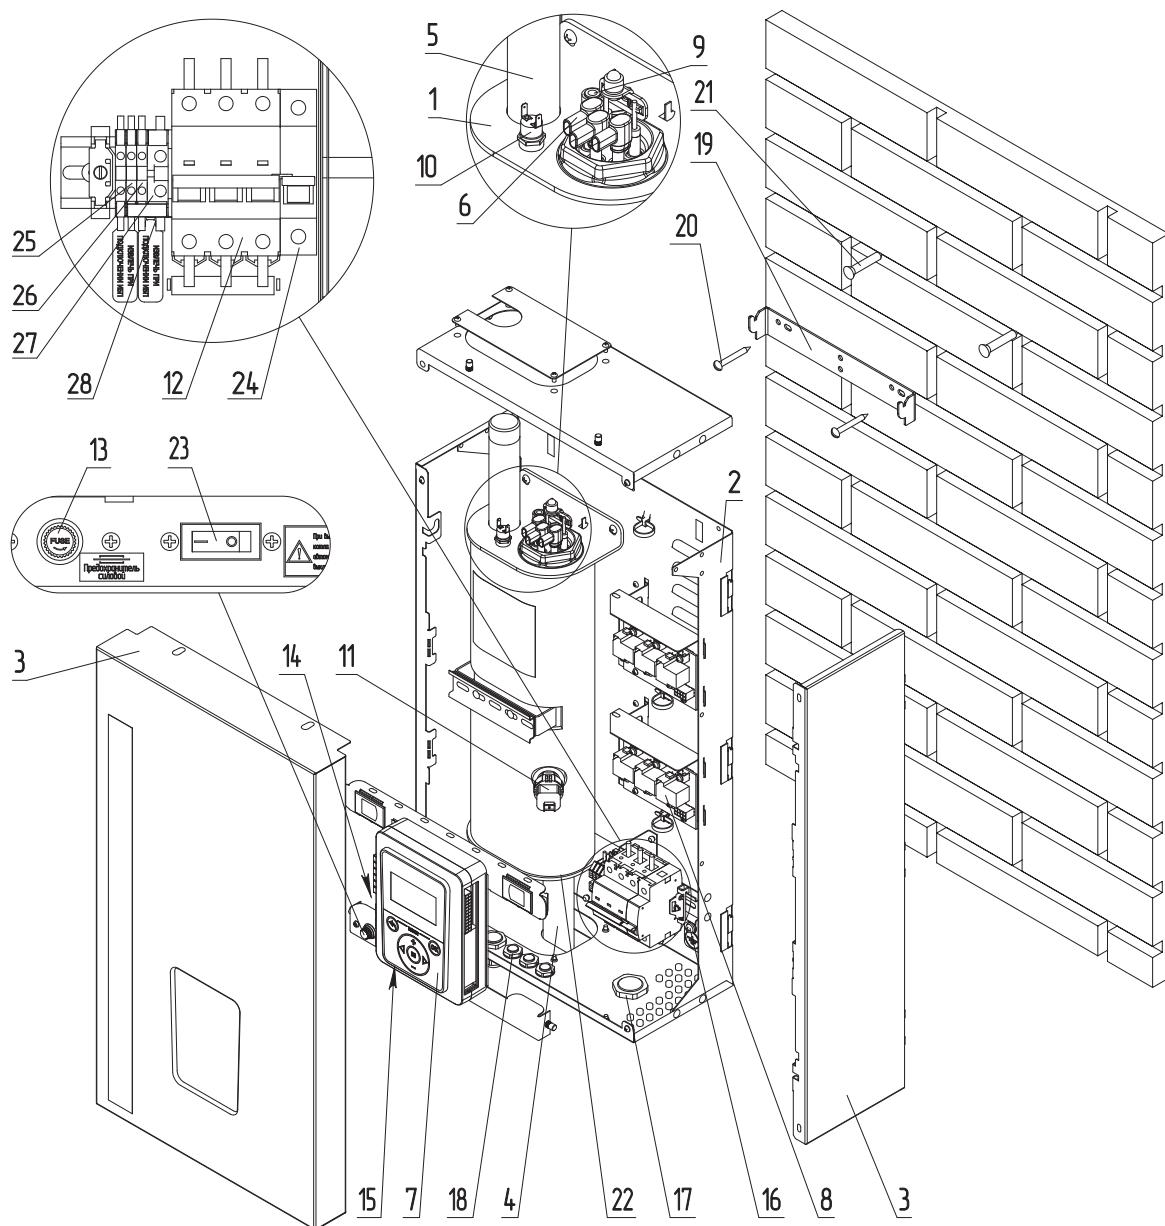
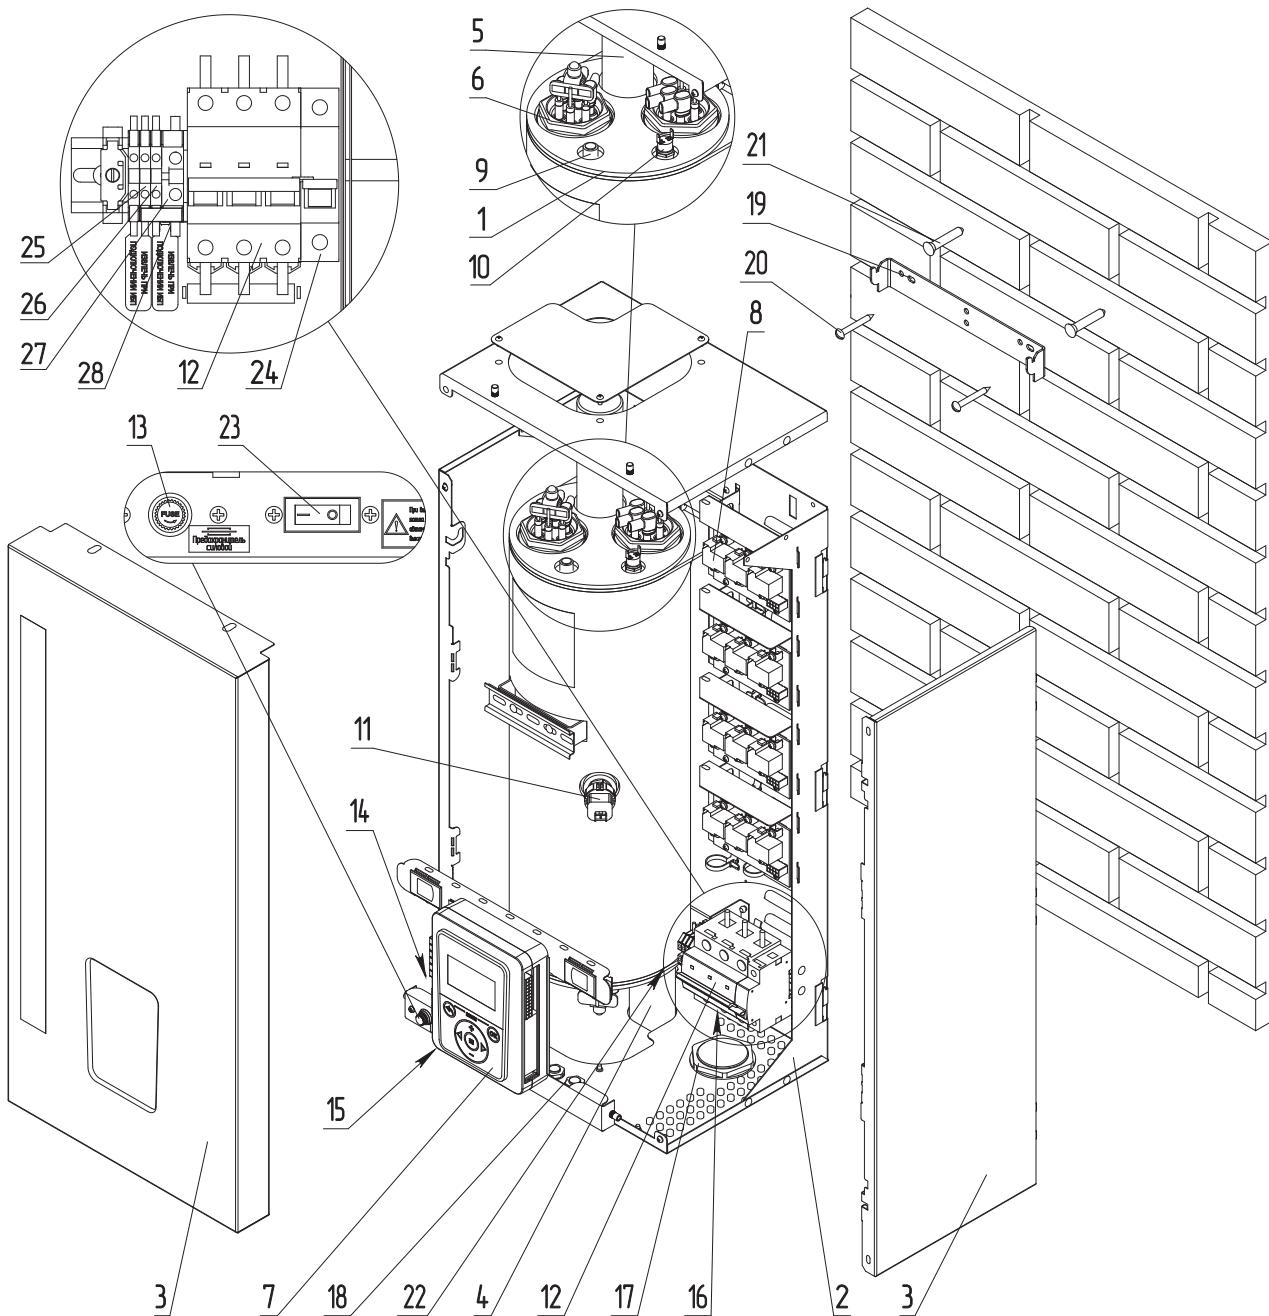
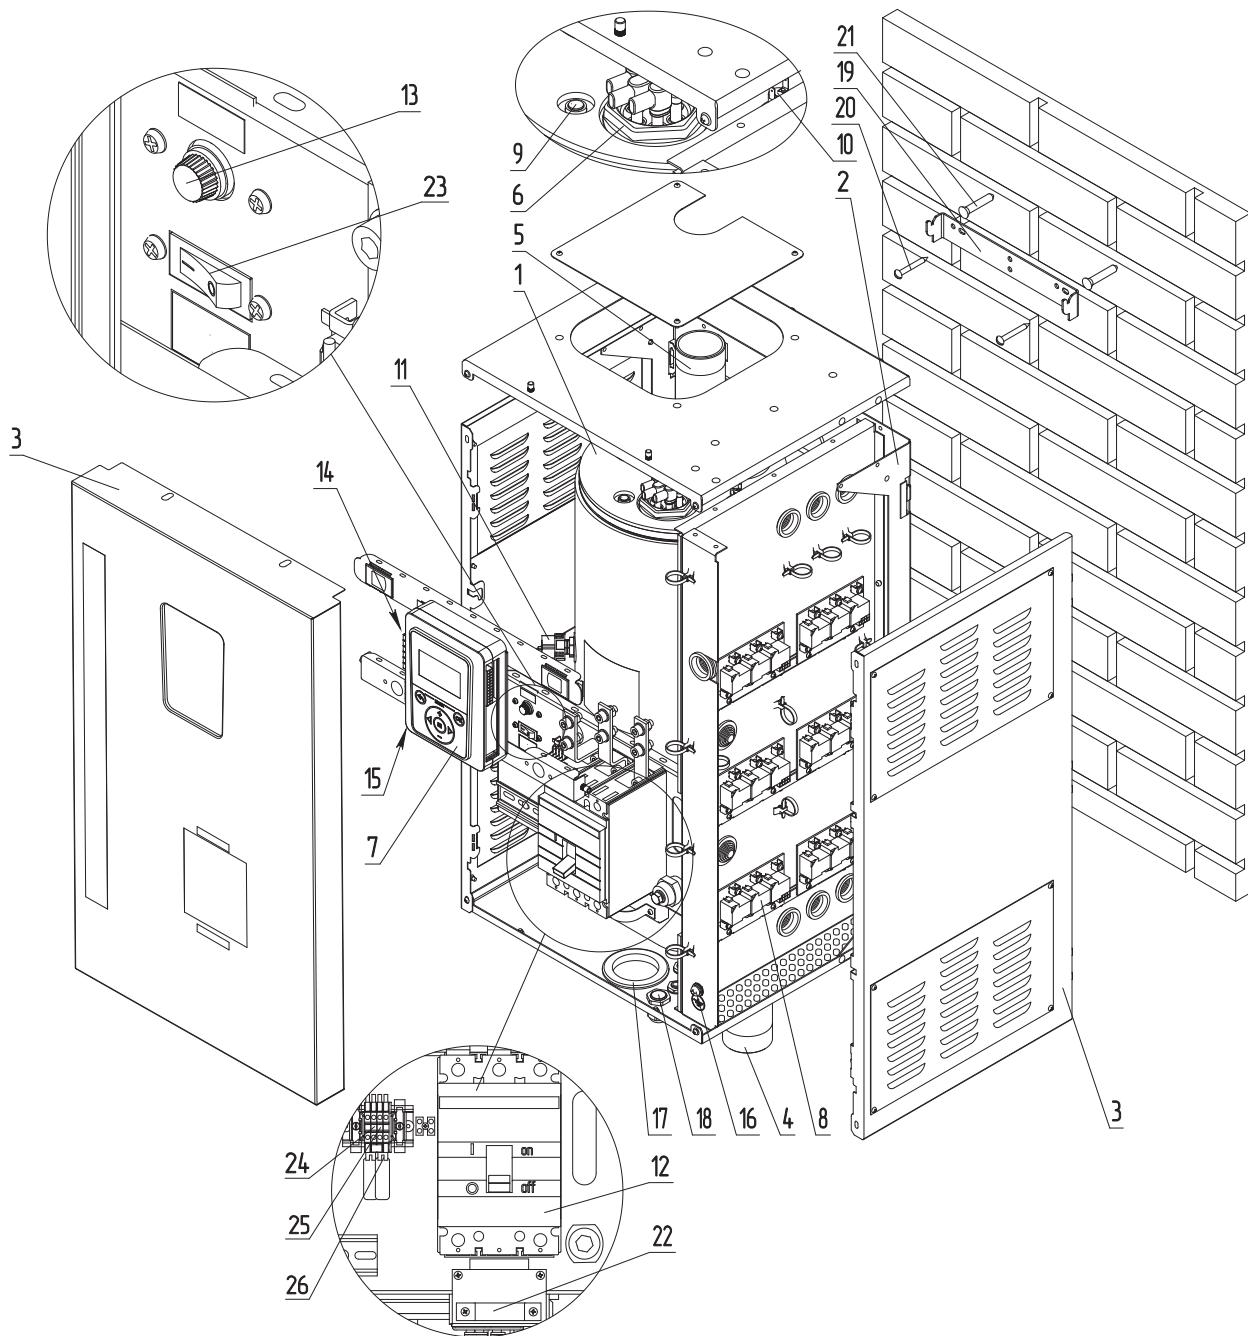

Рис.1 Устройство электрического котла ZOTA LUX-X 4,5-24 кВт
Рис.2 Устройство электрического котла ZOTA LUX-X 30-48 кВт
Рис.3 Устройство электрического котла ZOTA LUX-X 60-100 кВт
Закрепите настенный кронштейн на вертикальной поверхности в необходимом месте с помощью шурупов, входящих в комплект, и установите на него котел, как показано на **Рис.1, Рис.2, Рис.3**.
- присоединить рабочий нулевой провод на клемму нейтраль (N) котла;
- защитный нулевой провод (PE) подключить на болт «ЗАЗЕМЛЕНИЕ» (**Рис.1, Рис.2, Рис.3, поз.16**);
- включить вводной автомат (**Рис.1, Рис.2, Рис.3, поз.12**) вместе с дистанционным расцепителем в верхнее положение;
- перевести выключатель (**Рис.1, Рис.2, Рис.3, поз.23**) в положение ВКЛ;